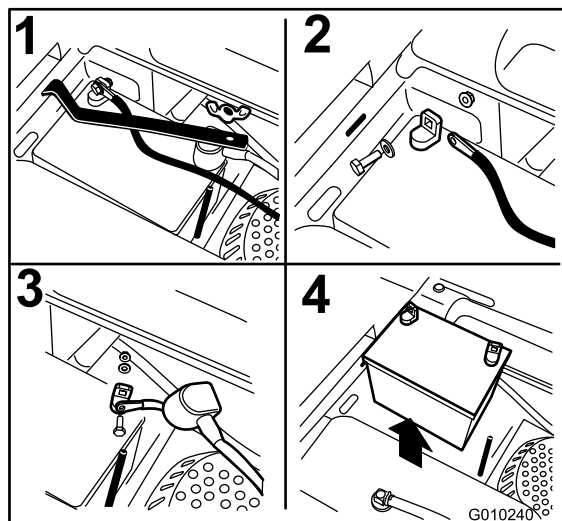

Figure 53
3. Retirez l'écrou à oreilles qui fixe la barrette de maintien de la batterie (Figure 53).
4. Déposez la barrette (Figure 53).
5. Commencez par débrancher le câble négatif (noir) de la borne négative (-) (noire) de la batterie (Figure 53).
6. Enlevez le capuchon rouge de la borne positive (rouge) de la batterie et débranchez le câble positif (+) (rouge) (Figure 53).
1. Placez la batterie dans son support en tournant les bornes à l'opposé du réservoir de carburant (Figure 53).
4. Fixez les câbles avec 2 boulons, 2 rondelles et 2 contre-écrous (Figure 53).
6. Reposez la barrette et fixez-la avec l'écrou à oreilles (Figure 53).